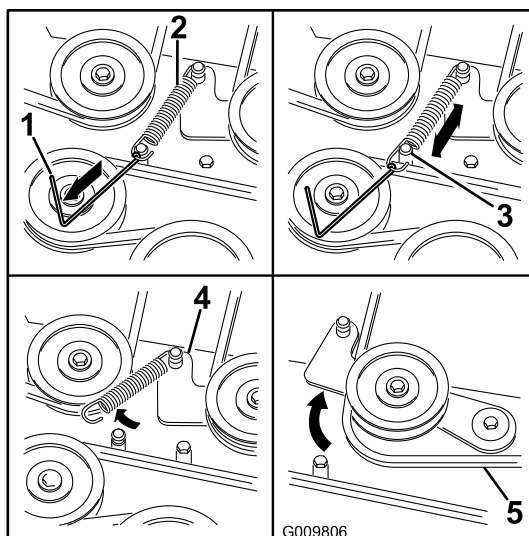

Figura 62
8. Servendovi di un attrezzo per la rimozione delle molle (n. cat. Toro 92-5771), sganciate la molla di rinvio dal perno del piatto di taglio per eliminare la tensione dalla puleggia tendicinghia (Figura 62).
11. Montate la nuova cinghia attorno alle pulegge del tosaerba e alla puleggia della frizione, sotto il motore (Figura 62).
12. Servendovi di un attrezzo per la rimozione delle molle (n. cat. Toro 92-5771), agganciate la molla di rinvio al perno del piatto di taglio per mettere in tensione la puleggia tendicinghia e la cinghia (Figura 62).